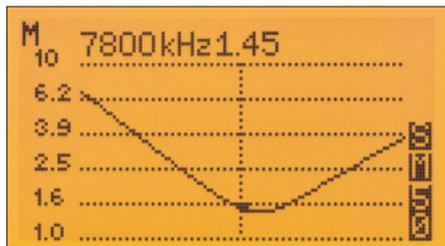

Bild 20a: Mehrfrequenzmessung des SWV; oben sind die aktuellen Markerwerte dargestellt.
3. **M (Marker-Zeichen):** Ansicht und Einstellung der Markerwerte über vorherige Frequenzspanne. Es wird die ausgewählte Frequenz des Markers und z. B. das zugehörige SWV angezeigt (ohne Randwertbegrenzung). Der Marker selbst ist wiederum als ein kleines Rechteck auf der SWV-Kurve dargestellt. Mithilfe der mittleren und rechten Taste kann nunmehr der Marker entlang der vorher durchgeführten Messkurve, in insgesamt 100 Schritten, bewegt werden (Bild 20a).